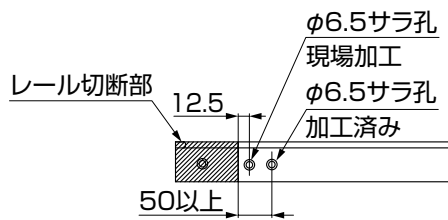

図8-11
- ④ レール切断部から加工済みの孔まで50mm以上の場合は、図を参照して、孔を追加加工してください。(図8-11、図8-12参照)